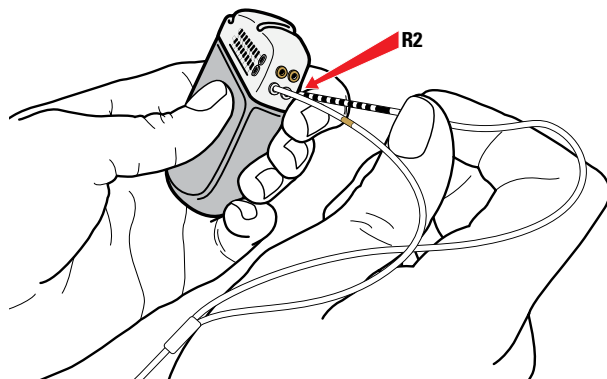

Figure 48. Connexion au port R2 du GII
2. Connecter l'extrémité de la sonde-extension de l'hémisphère droit sans bande de marquage au port R2 (Figure 48).